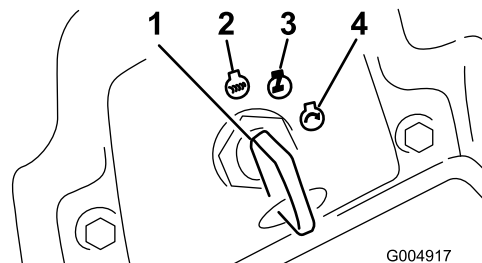

Figure 45
6. Tournez la clé dans le sens horaire en position Contact (Figure 45).
4. Tournez la clé de contact à la position arrêt (Figure 45). Attendez l'arrêt de toutes les pièces mobiles avant de quitter la position d'utilisation.